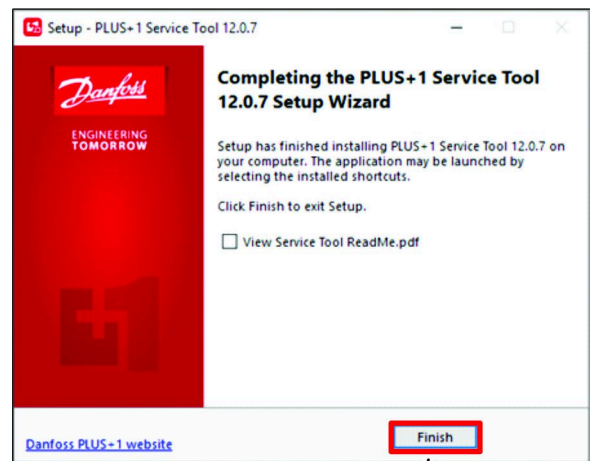

Bild 33
4. Klicken Sie im Dialogfeld „Abschluss des Service-Tool-Setup-Assistenten“ auf die Taste FERTIG (Bild 33).